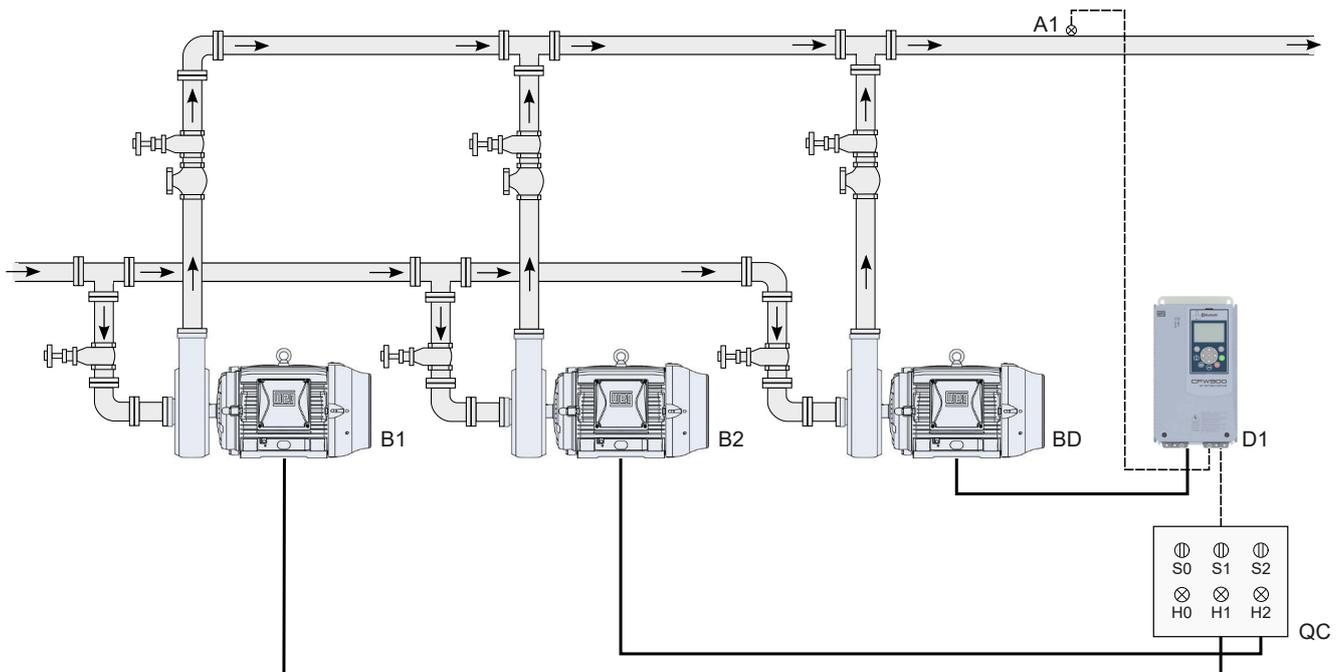
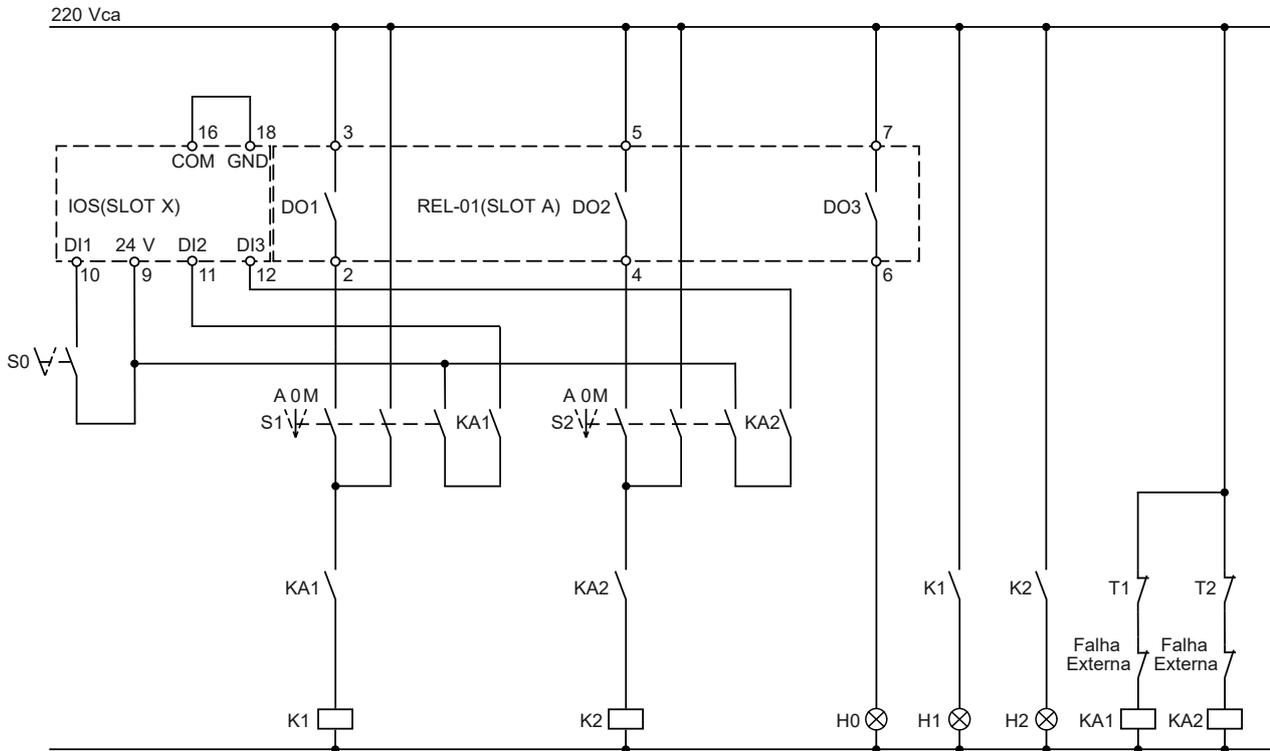

Figura 3.11: Aplicação Pump Genius Multipump com controle fixo e setpoint do controle via HMI
Figura 3.14: Diagrama funcional para a aplicação Pump Genius Multipump com controle fixo e três bombas em paralelo
A Figura 3.11 na página 3-12 apresenta um acionamento típico com três bombas em paralelo e setpoint do controle via HMI, sendo basicamente composto por:
As bombas 1 e 2 podem ser acionadas por contatores (partida direta ou estrela-triângulo), chaves de partida estática (softstater), relés inteligentes, etc. As sinalizações H0, H1 e H2 não são necessárias para o funcionamento do Pump Genius Multipump com controle fixo, pois elas são utilizadas para indicar a condição de funcionamento das bombas no quadro de comando (QC). Na Figura 3.11 na página 3-12, as sinalizações H1 e H2 vêm de contatos auxiliares dos contatores K1 e K2 que acionam as bombas 1 e 2 conforme mostrado na Figura 3.14 na página 3-16.
A Figura 3.14 na página 3-16 apresenta o diagrama funcional de um sistema de bombeamento com três bombas em paralelo com controle fixo.